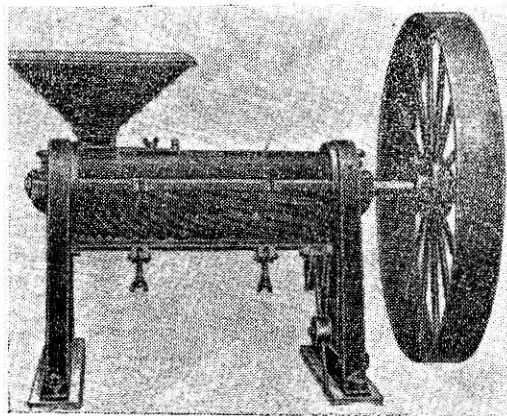

Figura 197.— Pulidora.
**Pulidoras.**— Son aparatos de estructura semejante a las trilladoras, donde el café destinado a ciertos mercados es abrigillado por el frote (figura 197).